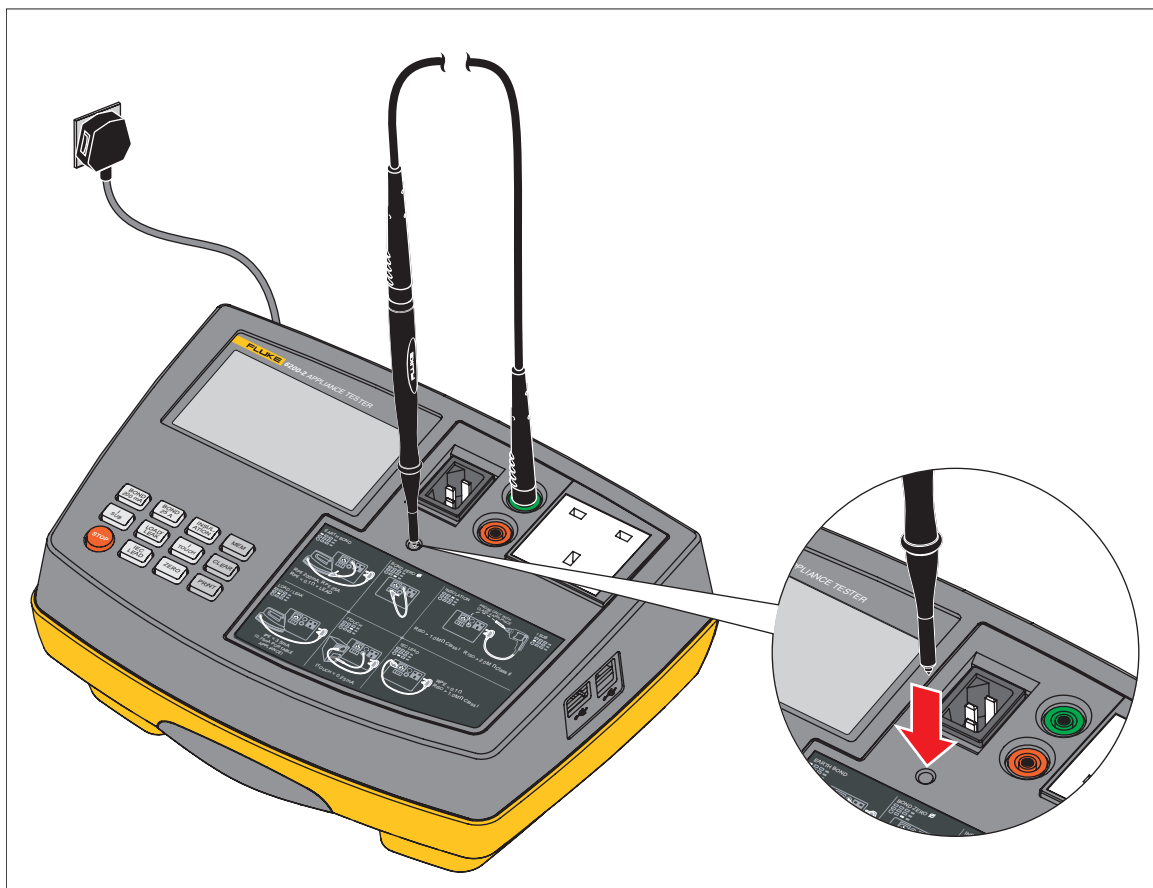

Abbildung 1. Kompensation der Messleitung
1. Bringen Sie die Sonde an der Messleitung an, und stecken Sie den Stecker der Messleitung in die Anschlussbuchse am SCHUTZLEITERWIDERSTAND, siehe Abbildung 1.
- Vor der Messung des Schutzleiterwiderstands müssen Sie die Messleitung kompensieren, siehe Abbildung 1
- Messung des Schutzleiterwiderstands mit hohem Prüfstrom: 25 A (UK, NL, AU) und 10 A (DE).
*Wenn ein doppelter Signalton ertönt, dann wurde die Messleitung für die Schutzleiterwiderstandsmessung nicht kompensiert (Symbol Ø wird auf der LC-Anzeige nicht angezeigt). Sie müssen die Messleitung kompensieren, siehe Abbildung 1*